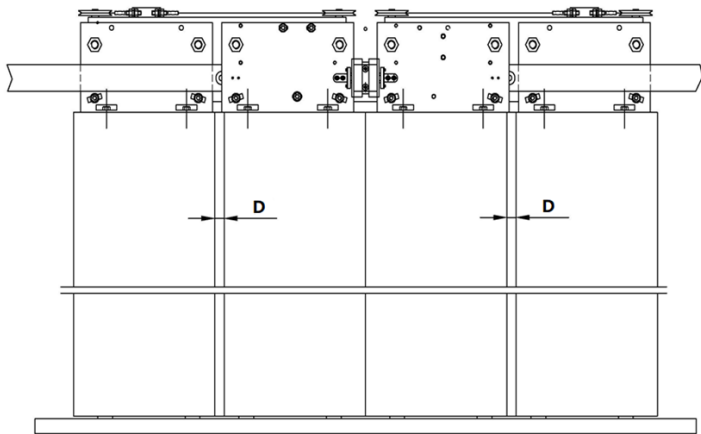

图 3-2i 轿门装配图
3. 快轿门板与慢轿门板之间的叠差 D，上下偏差不得超过±2mm。见图 3-2i 轿门装配图。